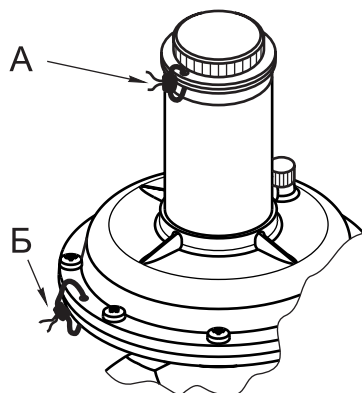

Рис. 8
4.4 Пломбирование (рис. 8).
4.4.2 Для пломбировки используйте проволоку диаметром 0,8 - 1,5 мм, которую необходимо протягивать через отверстия, расположенные в защитной пробке и плоскости соединения корпусных деталей (рис. 8, места А и Б). Пломбировка места Б произведена на заводе-изготовителе. Пломбировка места А осуществляется после настройки регулятора на необходимое выходное давление.